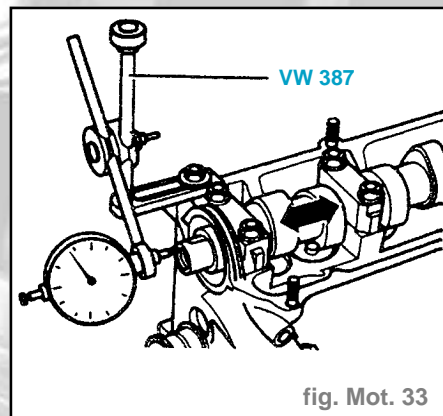

fig. Mot. 33
- Mesurer le jeu axial : celui-ci doit être inférieur à **0,15 mm** (fig. Mot. 33).